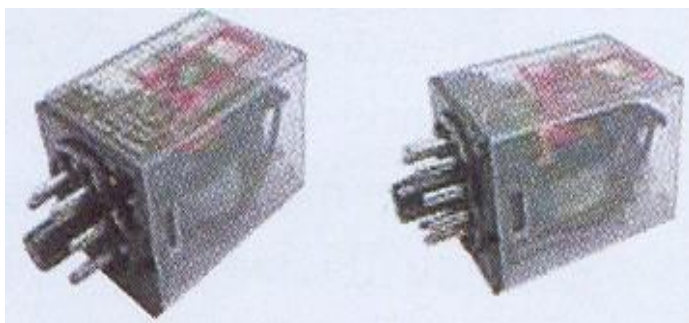

Fig. 3.4 – Relés
Os **relés** (Fig. 3.4) são os elementos fundamentais de manobra de cargas elétricas, pois permitem a combinação de lógicas no comando, bem como a separação dos circuitos de potência e comando. Os mais simples constituem-se de uma carcaça com cinco terminais. Os terminais (1) e (2) correspondem a bobina de excitação. O terminal (3) é o de entrada, e os terminais (4) e (5) correspondem aos contatos normalmente fechado (NF) e normalmente aberto (NA), respectivamente.